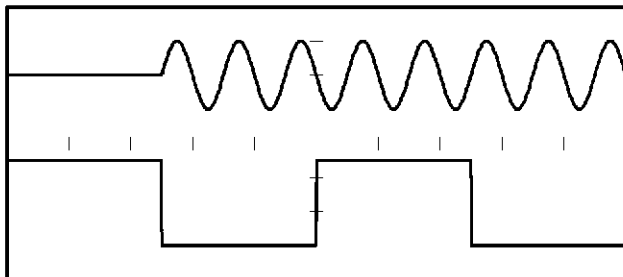

図 8-11 コンティニューアス、Neg の波形
18. 図 8-11 のように、トリガ信号の下がりエッジから連続して正弦波信号が出力していることをオシロスコープで確認します。